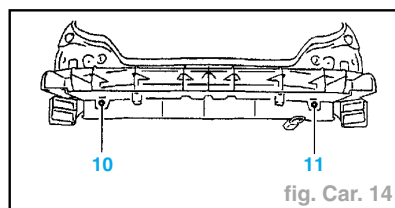

fig. Car. 14
- Déposer les vis (10) et (11) (fig. Car. 14).